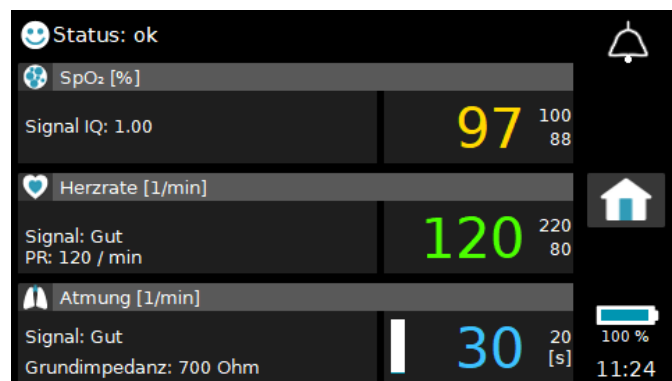

Fig. 78 Ansicht 1 Bildschirminhalt mit PR/HR anzeigen auf Ein gesetzt
Wenn Sie die Einstellung **PR/HR anzeigen** auf **Ein** setzen, wird die Pulsrate (PR) gleichzeitig mit der Herzrate (HR) sowohl in **Ansicht 1** als auch in **Ansicht 2** angezeigt. In **Ansicht 1** wird der aktuelle Wert der **PR** auf der linken Seite des Bildschirms unterhalb der Signalqualitätsanzeige im Arbeitsbereich **Herz-/Pulsrate** angezeigt, wie in Fig. 78 dargestellt.